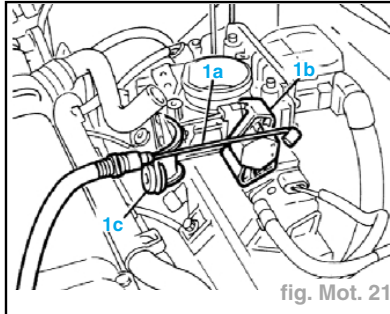

fig. Mot. 21
- Détacher le flexible de commande d'accélérateur (1a) de la commande de papillon (1b) et enlever le flexible de l'étrier de support (1c) (fig. Mot. 21).